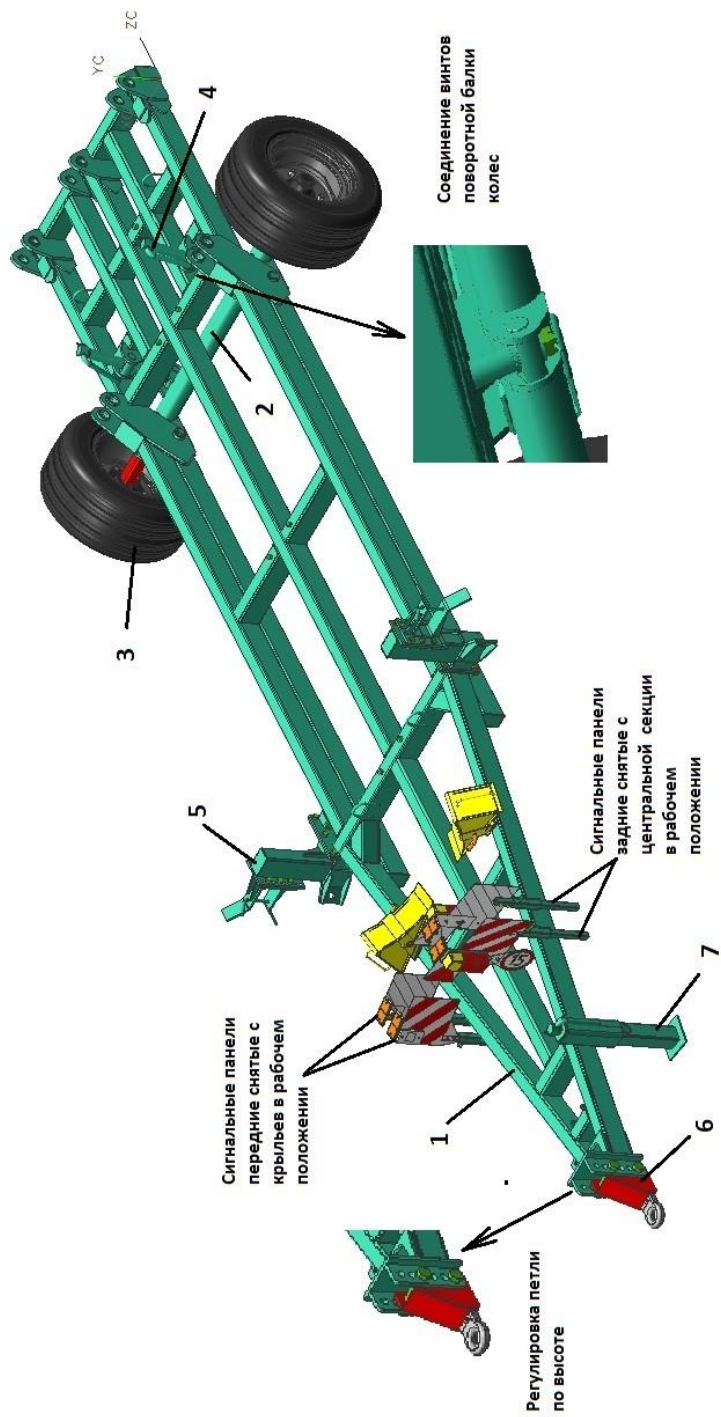

Рисунок 3 – Транспортная тележка
3.3 Транспортная тележка предназначена для передвижения культиватора при транспортировке. Состоит (рис. 3) из рамы 1, поворотной балки 2 с ходовыми колёсами 3 и регулировочными винтами 4, кронштейнов фиксации крыльев в транспортном положении 5, регулируемого по высоте прицепа 6, опора с винтовой регулировкой 7.
- соединить поворотную балку с регулировочными винтами (рис.3);
- соединить культиватор с трактором, переставляя прицеп на требуемое отверстие (рис. 3).
- снять передние сигнальные панели с крыльев культиватора и установить в кронштейны транспортной тележки (рис. 3);
- снять задние сигнальные панели с центральной секции, разъединить вилку с розеткой, и установить их в кронштейны транспортной тележки (рис. 3);
Транспортная тележка должна катиться на своих ходовых колёсах. Это достигается регулировочными винтами поворотной балки (рис.3).